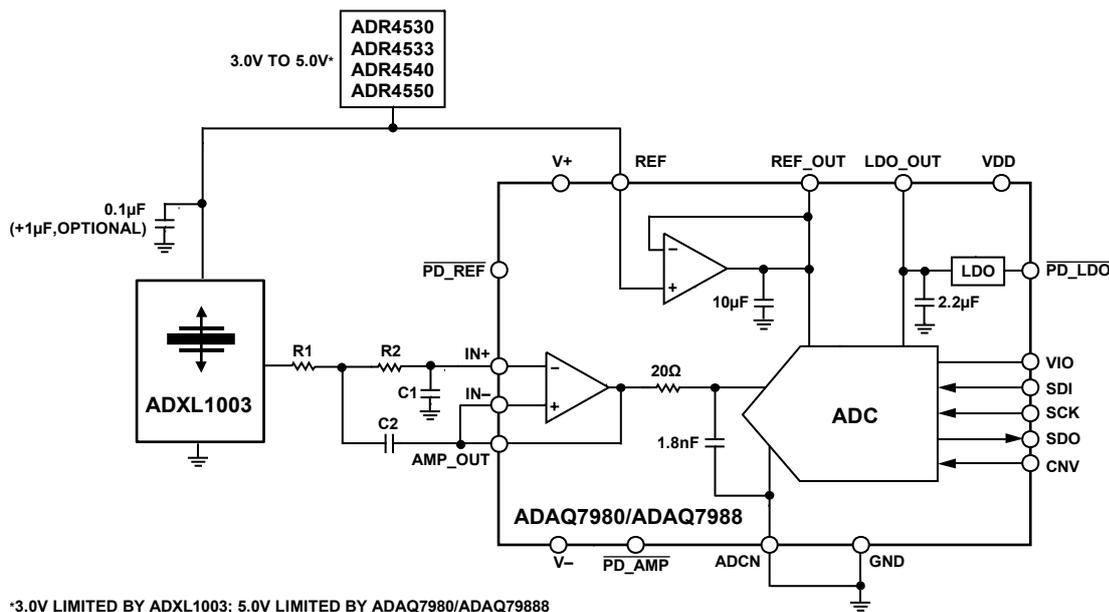

図 23. ADXL1003 のアプリケーション回路
ADXL1003 出力アンプは、最大 100pF の容量性負荷を直列抵抗なしで直接駆動すると安定します。負荷が 100pF を超える場合は、8k Ω 以上の直列抵抗を使用する必要があります。0kHz~5kHz までの機械振動を測定する部品を含むインターフェースの例については、図 23 を参照してください。5kHz のパス・バンドでは、1 極抵抗コンデンサ (RC) フィルタを使用できます。ただし、アプリケーションによっては、より強力なフィルタと低い ADC サンプル・レートを使用します。ADAQ7980 などの ADC を接続する場合に、ADXL1003 の出力で 5kHz のローパス RC フィルタを形成するには、次の部品が推奨されます。R1 = 5k Ω 、C1 = 5nF、R2 = 0 Ω 、C2 は不要。エイリアシングの発生を防ぐため、20kHz の最低 ADC サンプル・レートをお勧めします。共振周波数 (代表値 28kHz) よりも低いサンプルング・レートを使用する場合、センサーの出力で生じる、共振による有効ゲインを考慮し、帯域外信号が適切に減衰され、帯域にエイリアシングが発生しないようにします。
0kHz~10kHz までの機械振動を測定する部品を含むインターフェースの例については、図 23 を参照してください。ADXL1003 の出力に 2 極の RC フィルタを形成するには、次の部品が推奨されます。R1 = 5k Ω 、C1 = 2nF、R2 = 5k Ω 、C2 = 2nF。エイリアシングの発生を防ぐため、200kHz の最低 ADC サンプル・レートをお勧めします。